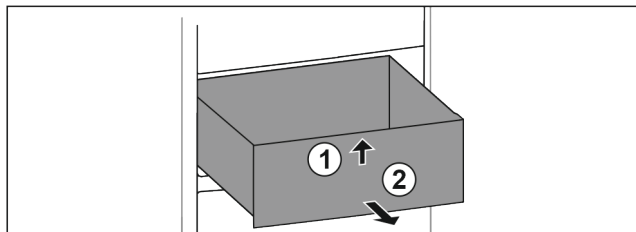

Fig. 84
- ▶ Unieść szufladę z przodu. *Fig. 84 (1)*
- ▶ Wyjąć szufladę do przodu. *Fig. 84 (2)*